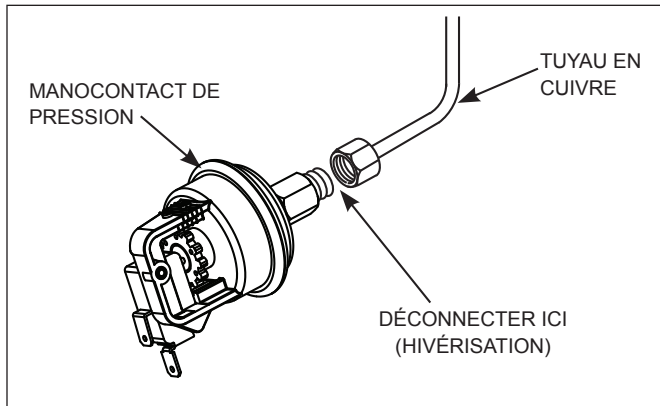

Figure 22. Canalisation en cuivre pour pressostat
8. Débrancher le pressostat du tuyau en cuivre. Voir Figure 22.
1. Attacher les tuyaux en cuivre au pressostat. Voir Figure 22.